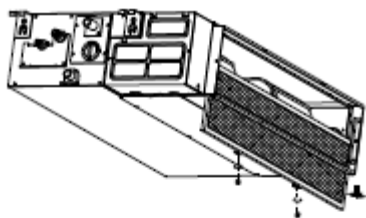

Fig.G1
1. Dla urządzeń z filtrem zamontowanym z tyłu urządzenia, odkręć 2 śrubki mocujące ramkę filtra i ostrożnie pociągnij a dół patrz Fig.G1.